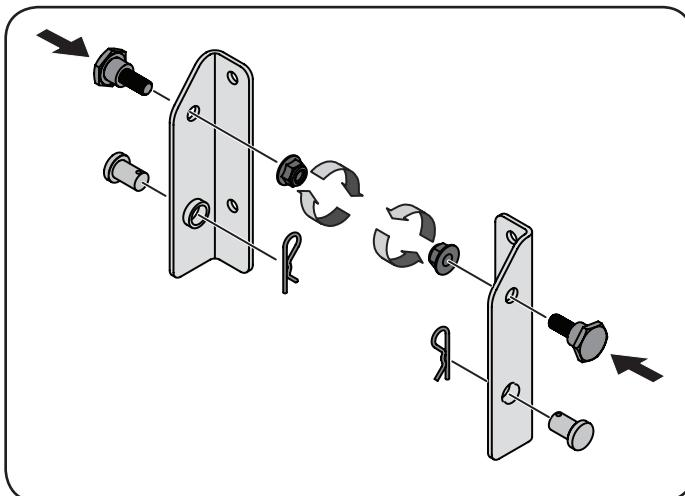

Figure 4
1. Si ce n'est pas déjà fait, installez un boulon à épaulement (fourni dans la trousse de quincaillerie) sur chaque support et fixez-les avec les contre-écrous à épaulement également compris dans la trousse de quincaillerie. Consultez la Figure 4.
2. S'ils sont déjà installés dans les supports, retirez les broches et les axes à épaulement, et conservez-les pour les instructions ultérieures. Consultez la Figure 4.